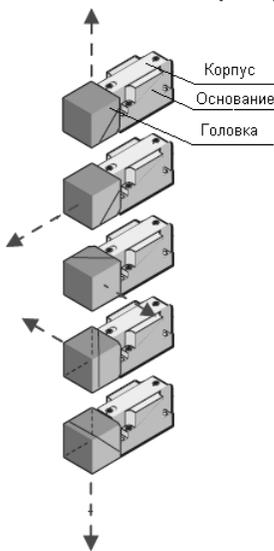

Рисунок 3 - Варианты установки головки
- 3.6 У выключателей П40-120 головка выключателя может устанавливаться в 5-ти различных положениях (Рис. 3), обеспечивая удобство применения.
5.1 У выключателей ВБИ-П40-120 для удобства монтажа головку выключателей можно установить в любом из 5-ти положений (Рис.3).